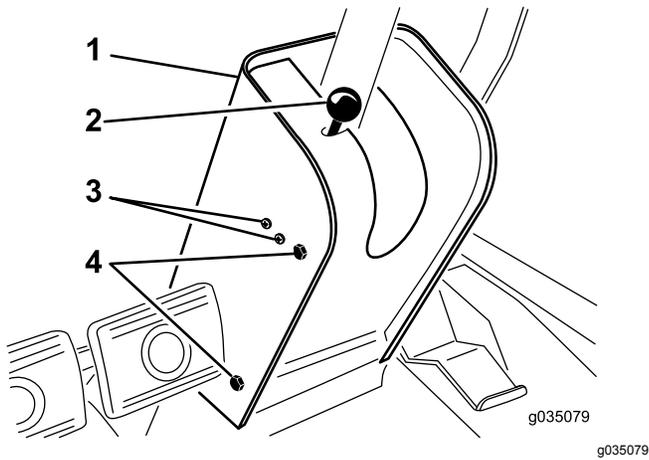

図 73
2. 駐車ブレーキロッドのノブを外し、次にハンドルタワーのカバーを止めているねじを外す 図 73。
4. 駐車ブレーキスイッチを固定しているねじとナットタワーの左側をゆるめる 図 73。